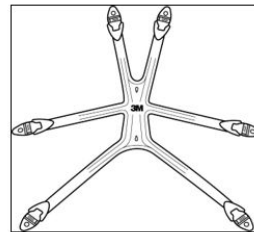

Fig.21
3. Placer le serre-tête sur une surface plane, le logo 3M vers le haut (fig. 21).